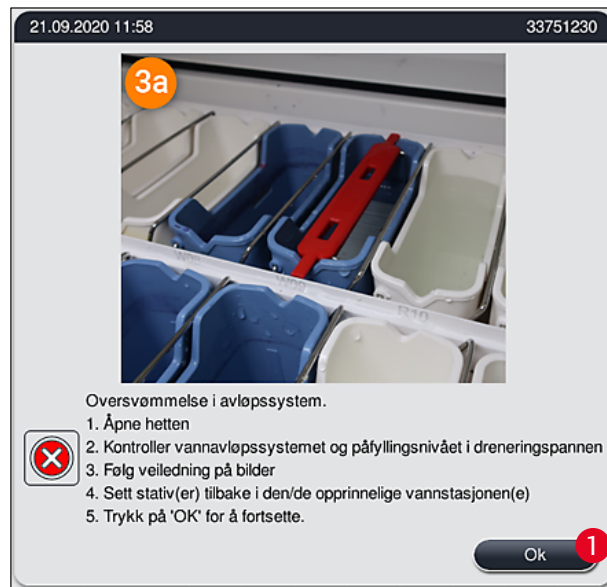
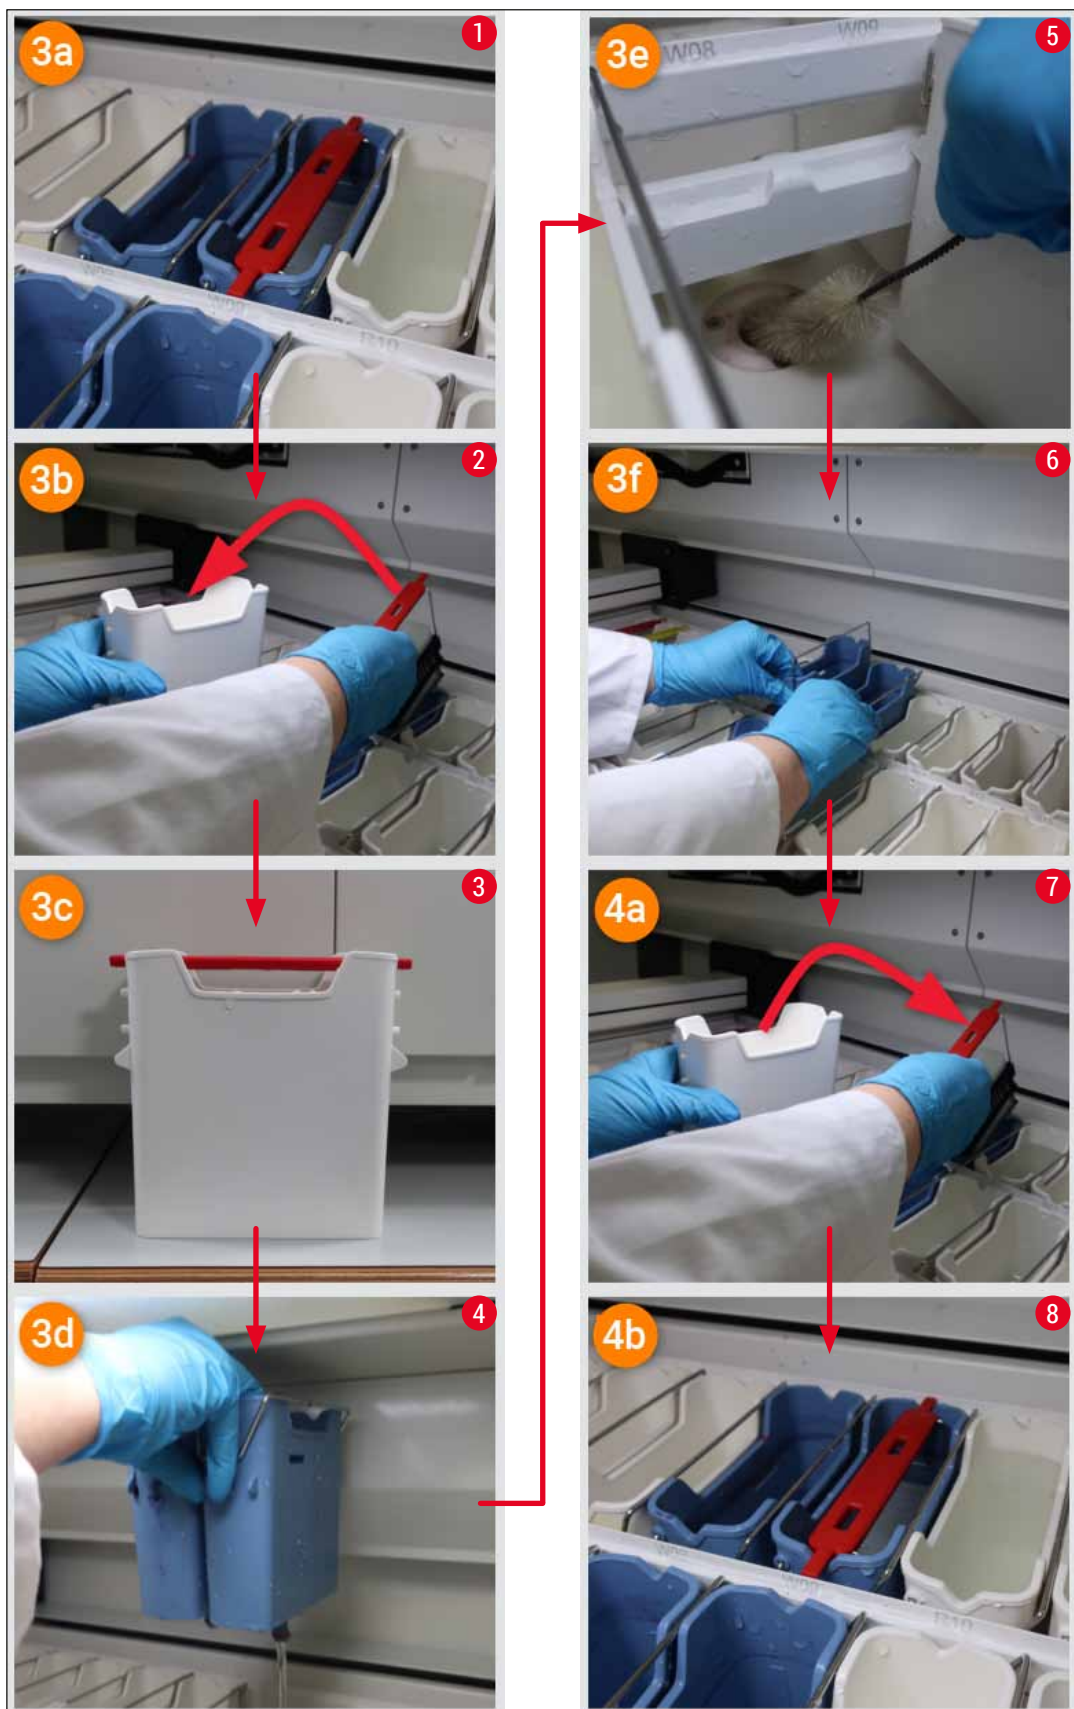

Fig. 120
Fig. 122
Avløpssystemet kan blokkeres dersom avløpsfilteret (→ "Fig. 98-1") eller vannavløpslangen (→ "Fig. 7-1") er tett. En slik blokkering kan føre til at vannivået i dreneringspannen stiger. Dette kan føre til at vannivået i instrumentet blir kritisk. Brukeren mottar en feilmelding på skjermen (→ "Fig. 120") og hører en alarm. Feilmeldingen viser brukeren hvordan blokkeringen skal fjernes gjennom en serie gjentakende bilder (→ "Fig. 122").
- Hvis vannivået i dreneringspannen synker under det kritiske nivået under problemløsningsprosessen, forsvinner meldingen (→ "Fig. 120") og en annen melding på skjermen informerer brukeren om at fargeprosessen kan fortsette.